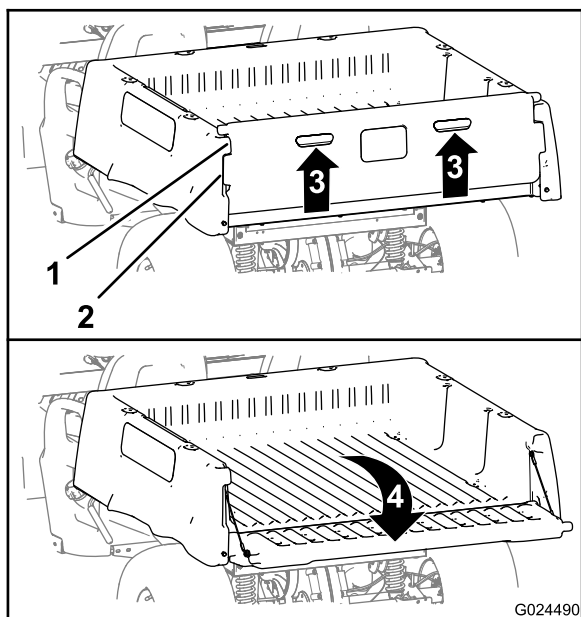

図 13
2. テールゲートのバックパネルについているフィンガープルを持ち上げる (図 13)。
3. テールゲートのロックフランジを、荷台のテールゲートフランジの開口に合わせる (図 13)。
4. テールゲートを後方に倒す (図 13)。
2. テールゲートを立てて閉じ、ロックフランジ (テールゲート側) がテールゲートポケット (荷台側) と面一になるようにする (図 13)。
3. 荷台の背部まで、テールゲートを下る (図 13)。